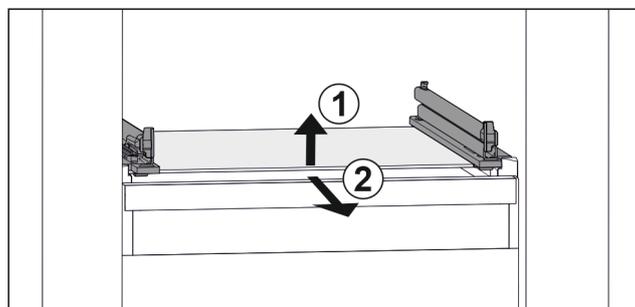

Fig. 88 Příklad znázornění skleněné desky
- ▶ Nadzvedněte skleněnou deskou vpředu. Fig. 88 (1)
- ▶ Vyjměte skleněnou deskou dopředu. Fig. 88 (2)